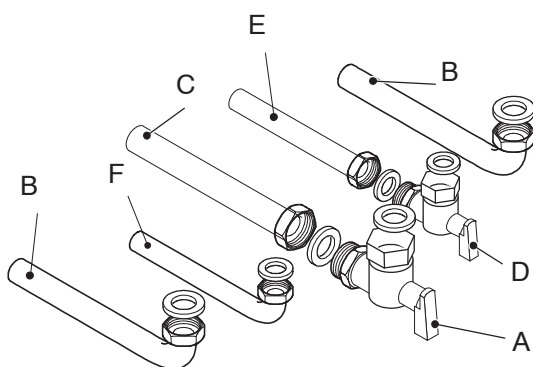

Fig. 5.3
4. Fix the gas cock A ($\frac{3}{4}$ ") to the boiler using the $\frac{3}{4}$ " gasket (Fig. 5.3)
4. Присоедините газовый кран А ($\frac{3}{4}$ ") к котлу, используя прокладку на $\frac{3}{4}$ " (рис. 5.3)